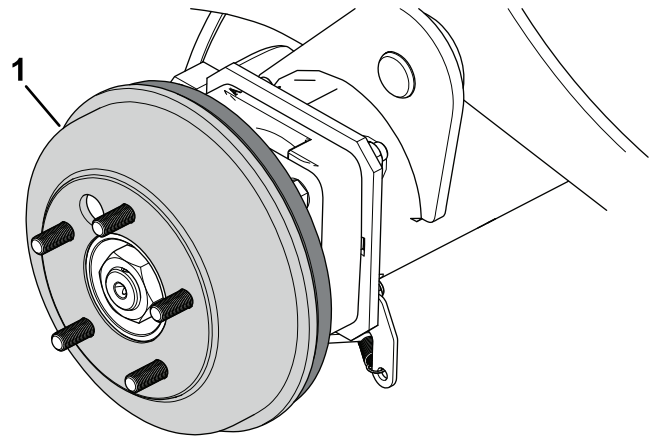

Figura 75
4. Remova os tambores dos travões (Figura 75) à mão.